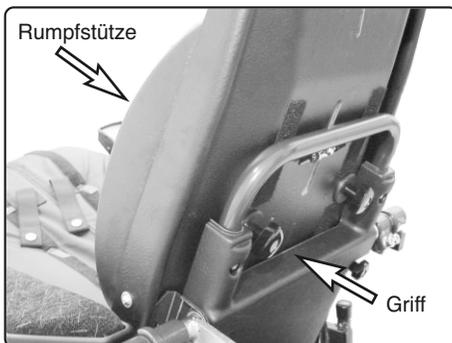

Abb. 28: Einstellung Rumpfstütze
1. Lösen Sie den Griff (Abb. 28).